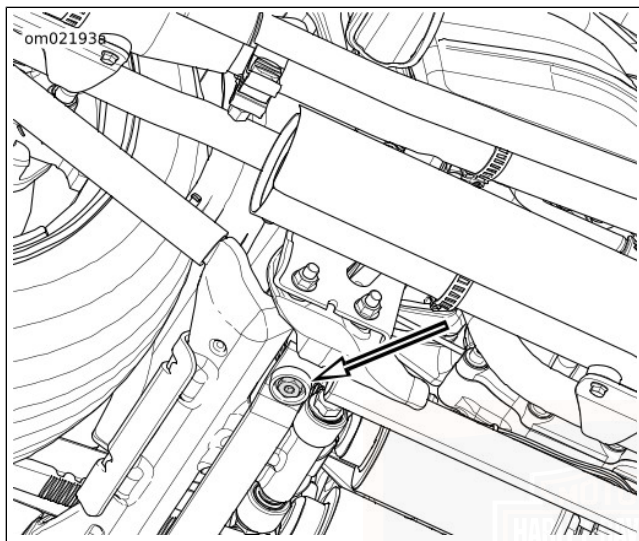

Figure 35. Bouchon de vidange d'huile moteur
2. Voir Figure 35. Déposer le bouchon de vidange d'huile moteur avec le joint torique. Vidanger l'huile moteur.